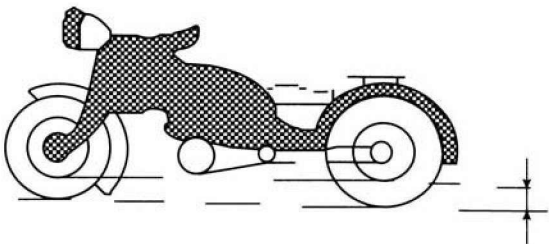

图 1-9 摩托车的离地间隙
(7) 离地间隙: 除前、后轮和挡泥板外, 处于轴距内的车辆最低点(包括脚蹬的使用最低位置)与支承面的距离, 如图 1-9 所示, 单位  $\text{mm}$ 。